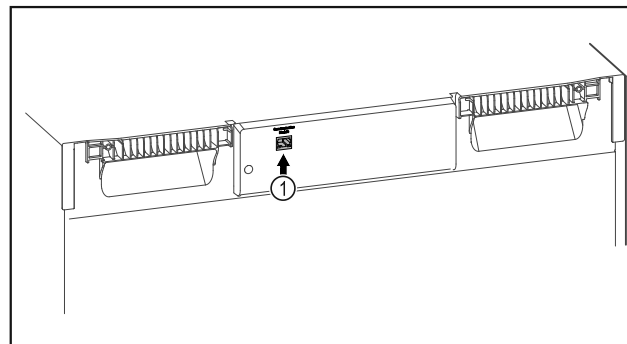

Fig. 112
- ☐ SmartModule Fig. 112 (1) er sat i.